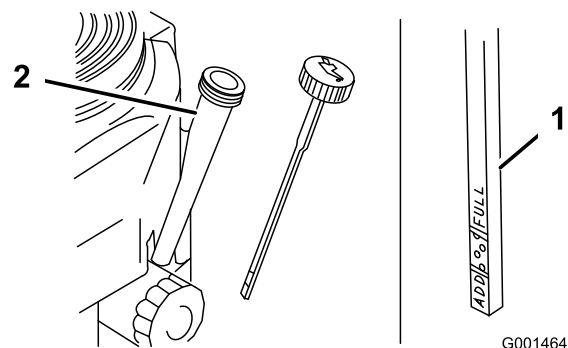

Figura 32
4. Limpie alrededor de la varilla de aceite (Figura 32) para impedir que caiga suciedad por el orificio de llenado y cause daños en el motor.
5. Desenrosque la varilla de aceite y limpie el extremo (Figura 32).
6. Deslice la varilla a fondo en el tubo de llenado, pero no la enrosque en el tubo (Figura 32).
8. Vierta lentamente un 80% aproximadamente de la cantidad especificada de aceite por el tubo de llenado (Figura 32).